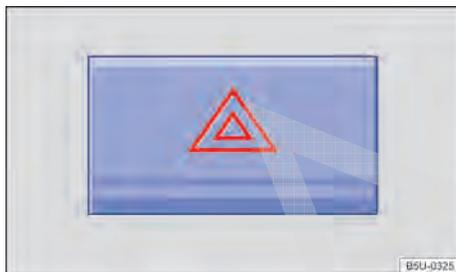

Fig. 20 Na parte superior do console central: interruptor das luzes de advertência.
2. Ligar as luzes de advertência com o interruptor (⚠) → Fig. 20.
As luzes de advertência também podem ser desligadas ao pressionar o interruptor  no painel de instrumentos → Fig. 20.